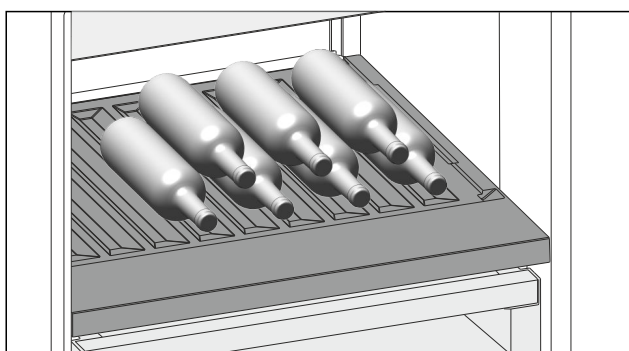

Fig. 148 Ilustrační zobrazení
- Láhve ukládejte dnem dozadu k zadní stěně. (viz Fig. 148)